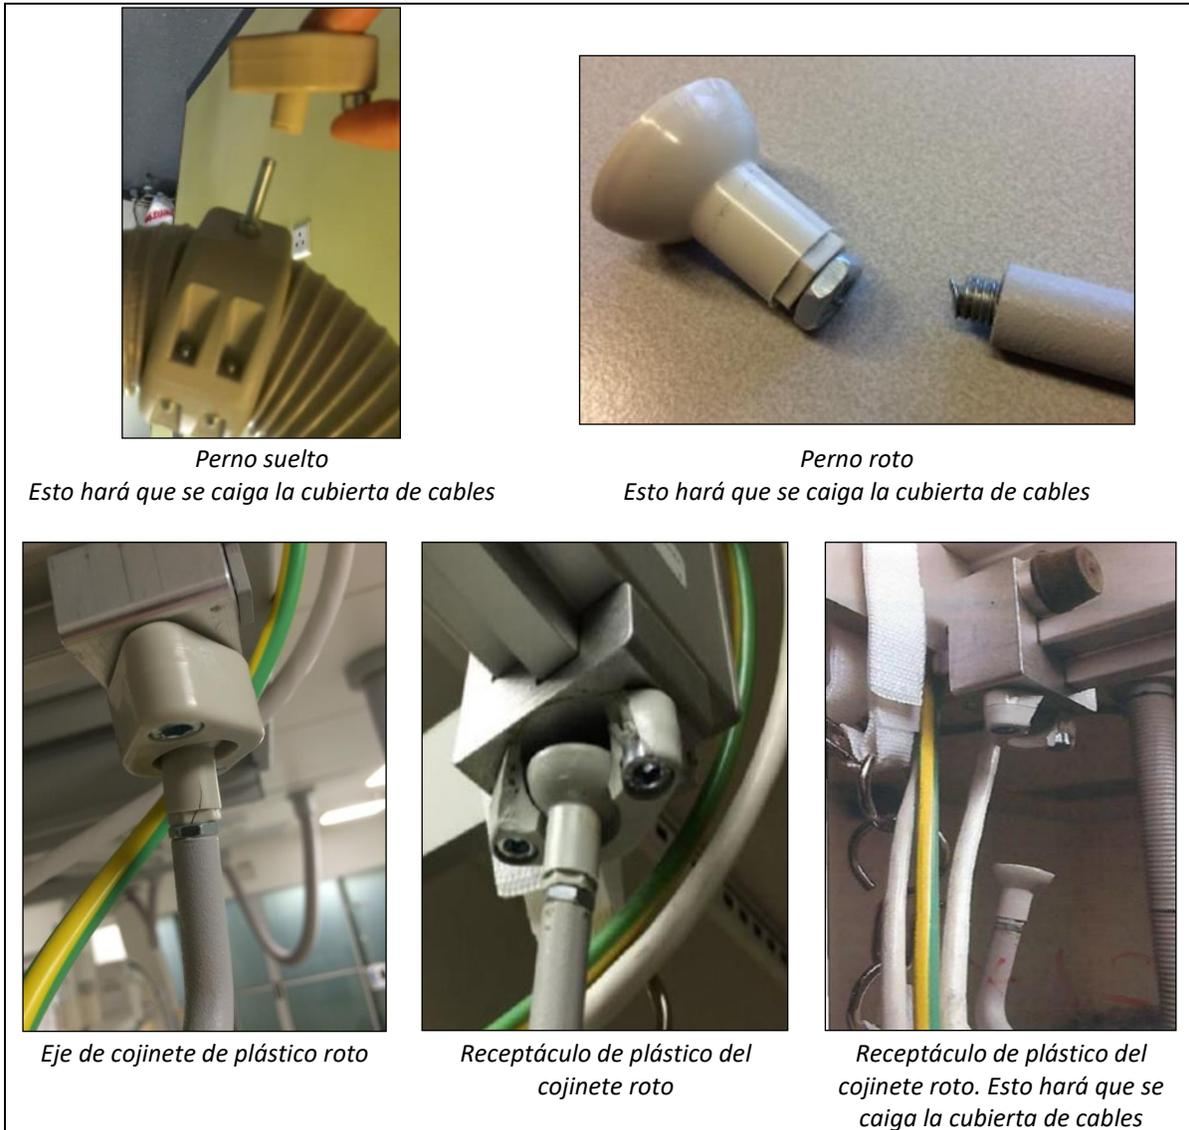

Figura 2: Ejemplos de pernos y piezas de plástico flojos y rotos.
- d. Si observa pernos sueltos o rotos, o piezas de plástico rotas, en los portacables (véase la Figura 2), póngase en contacto inmediatamente con su representante local de Philips.